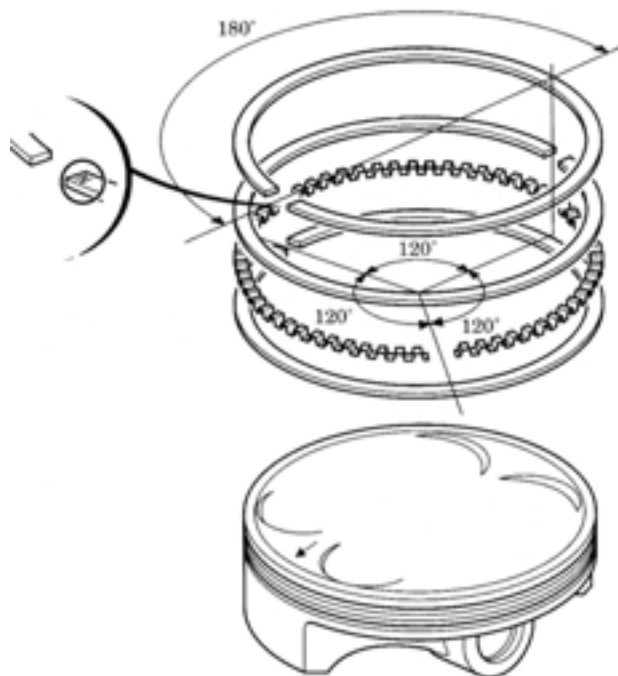

figura 3
4. Il corretto orientamento dei segmenti è importante perché previene possibili allineamenti delle singole estremità fra un segmento e l'altro che possono causare l'eventuale perdita di tenuta, permettendo il trafilaggio di gas o olio. Ogni elemento deve mantenere un orientamento di 120 gradi rispetto all'elemento successivo (figura 3).